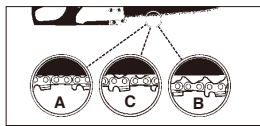

Fig. 6
⚠ VARNING: Om sågkedjan är FÖR LÖS eller FÖR SPÄND slits kugghjulet, svärdet, kedjan och vevaxelns lager ut snabbare. Se på fig. 6 för information om rätt kall spänning (A), rätt varm spänning (B) och som vägledning när sågkedjan behöver justeras (C).